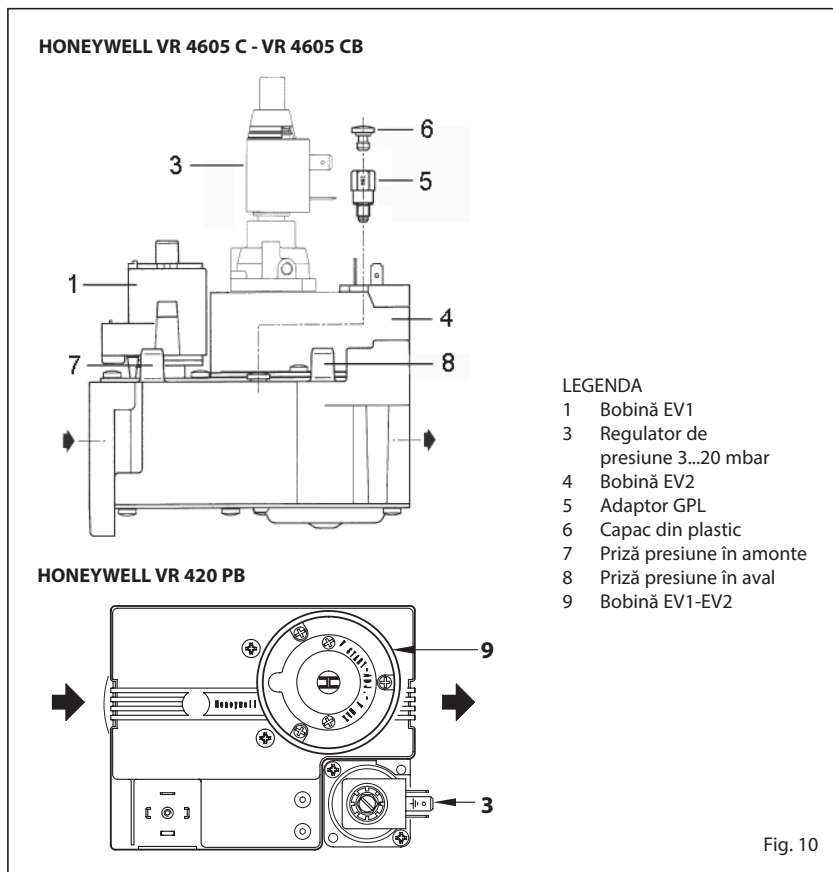

Fig. 10
4.1 VALVĂ GAZ (fig. 10)
La prima pornire a centralei se recomandă efectuarea purjării conductelor acționând priza de presiune situată în amonte de vana de gaz (7 fig. 10 - 9 fig. 2).
cu gaz butan (G30) sau propan (G31) este necesară înlocuirea duzelor principale furnizate în kit la cerere, a regulatorului de presiune montat pe vana de gaz (3...20 mbar) cu regulatorul V4336A (4...37 mbar) și, pentru a evita ca centrala să se blocheze la pornirea la rece, este necesară montarea pe vana de gaz a vers. "70÷100 Mk.II" adaptorul cod 6248303 (5 fig. 10). Pentru reglarea puterii de încălzire a se vedea punctul 4.2.